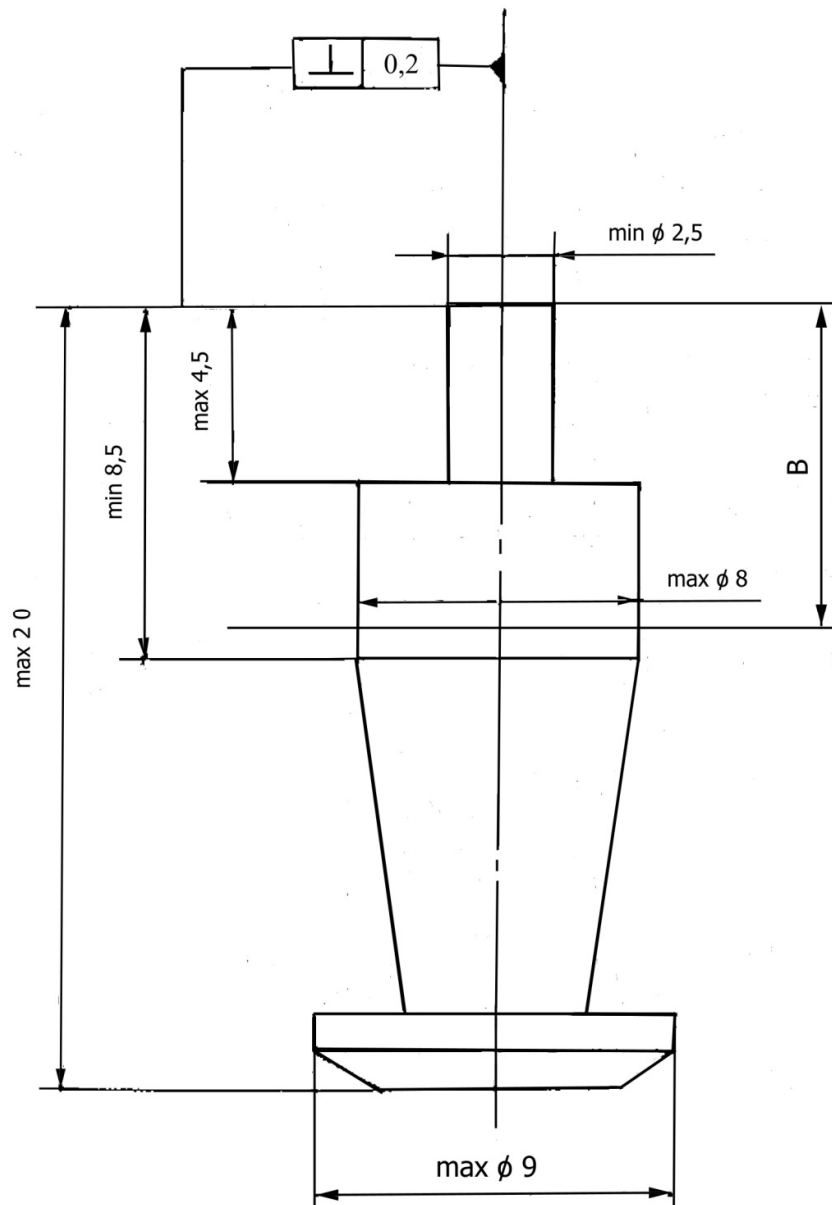

Рис.3.
- форма шипа и геометрические размеры свободны, кроме указанных на Рис. 3.